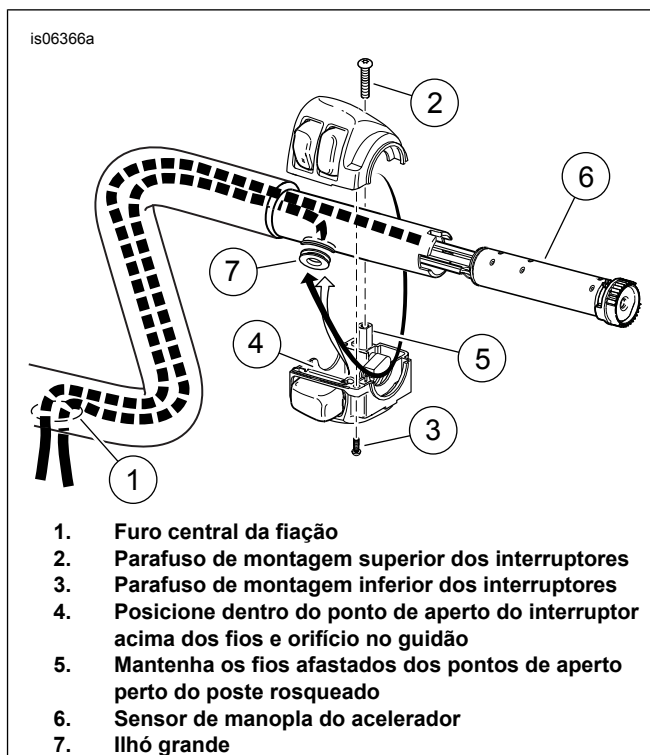

Figura 7. Rota de fiação da estrutura do interruptor e manopla de aceleração (Touring 2008 e posterior)
15. Passe fita e una as extremidades (L) do par de conjuntos de fio de forma firme o suficiente para ser facilmente introduzido no guidão. Aplique uma camada fina de sabão líquido, limpador de vidros, ou lubrificante de uso geral no feixe de fios da manopla de aceleração .
16. Veja Figura 7 . Alimente o feixe de fios da manopla de torção de aceleração no fim do guidão do lado direito, em direção a grande abertura no centro da barra, enquanto ajusta as linguetas de fixação na manopla de aceleração no fim do guidão. Linguetas e guias de tamanhos diferentes evitam montagem imprópria.